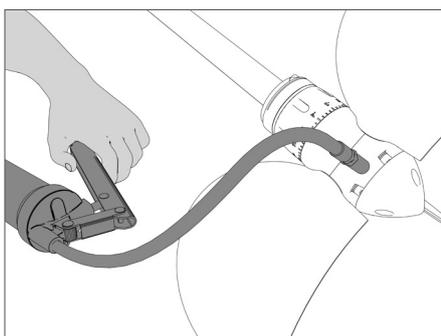

FIG. 45 | Pompaggio del grasso
- Immettere del grasso EWOL ordinabile sul sito [www.ewoltech.com](http://www.ewoltech.com) oppure [www.ewol-propellers.com](http://www.ewol-propellers.com) (dagli USA) tramite una pompa ingrassatrice (Fig. 45), fino al trafileamento dalle sedi delle pale o dalla ghiera MPS.